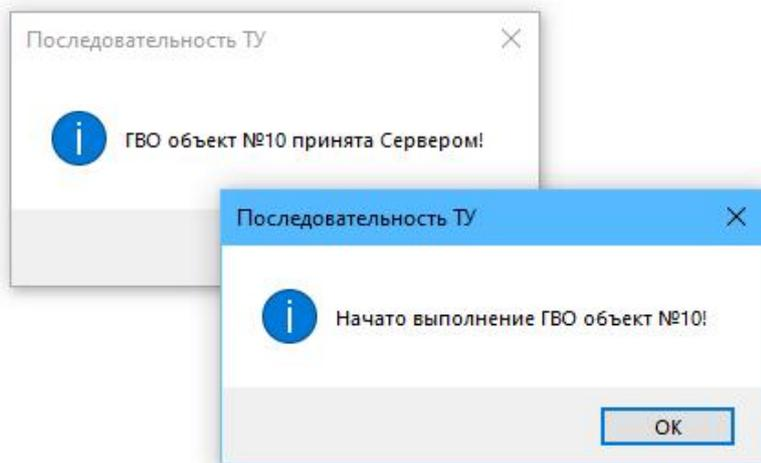

Рисунок 139 – Информационные окна с подтверждением
– далее произойдет выполнение заданной команды для всех сигналов группы, в результате откроются информационные окна, подтверждающие выполнение переключений (рисунок 139). Так же отобразится количество и процент выполненных команд ТУ;